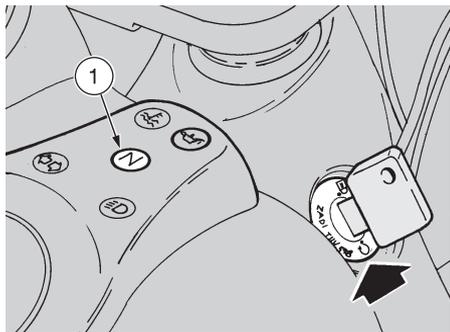

Fig. 26
- ◆ Placer le levier de changement de vitesse au point mort (témoin vert "N" allumé, 1-Fig. 26).